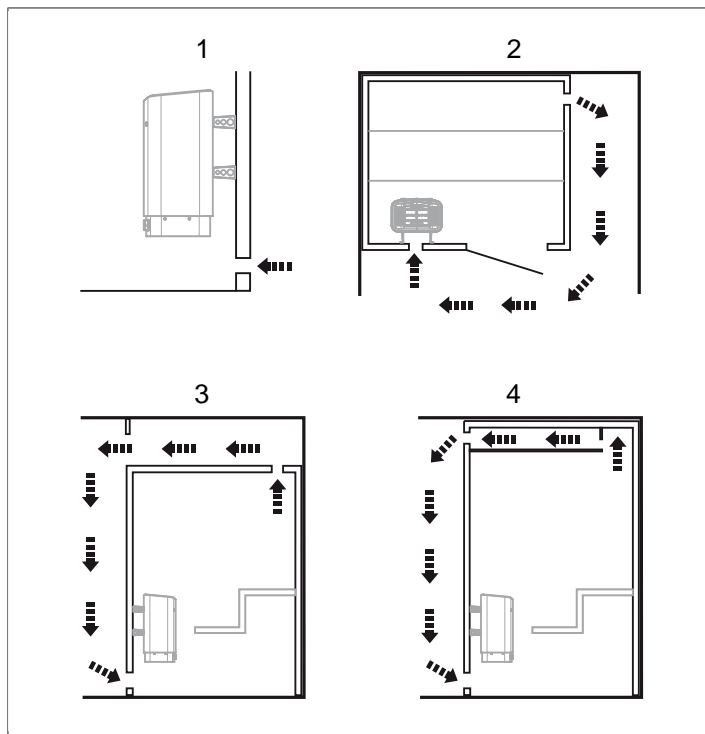

Fig 4: Emplacement des bouches d'entrée et de sortie d'air
- avec une distance maximale par rapport à la bouche d'entrée d'air, par exemple en diagonale (cf. **Fig 4**, page 3).
- en hauteur sur la cloison, ou au plafond (cf. **Fig 4**, page 3).